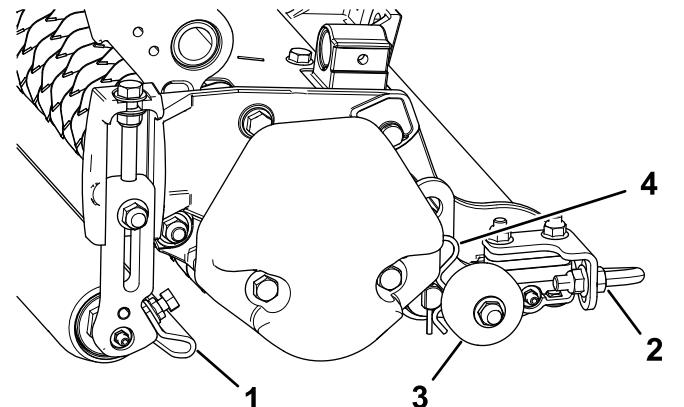

Figura 12
1. Allentate i dadi flangiati che assicurano i raschiarulli (Figura 12).
Prima di abbassare i verticutter fino al pavimento o prima di rimuoverli dalla macchina, abbassate le ruote di trasferimento (Figura 12) per proteggere le lame dal contatto con la superficie dura.